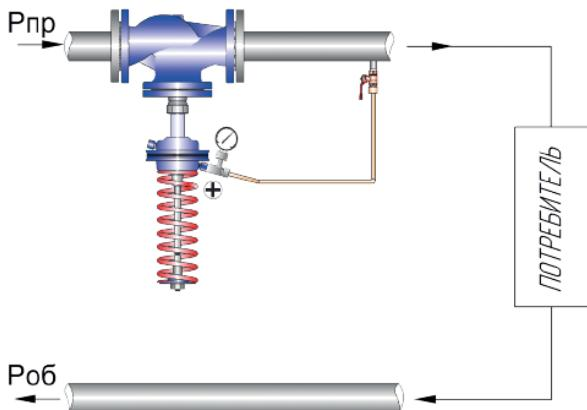

Рисунок 7 - Схема подключения РД
8.5.2. Монтаж РД проводить согласно схеме на рис. 7.
- подать давление в импульсную линию, соединяющую камеру «+» мембранных привода, плавно открыв запорный кран (рис. 7).